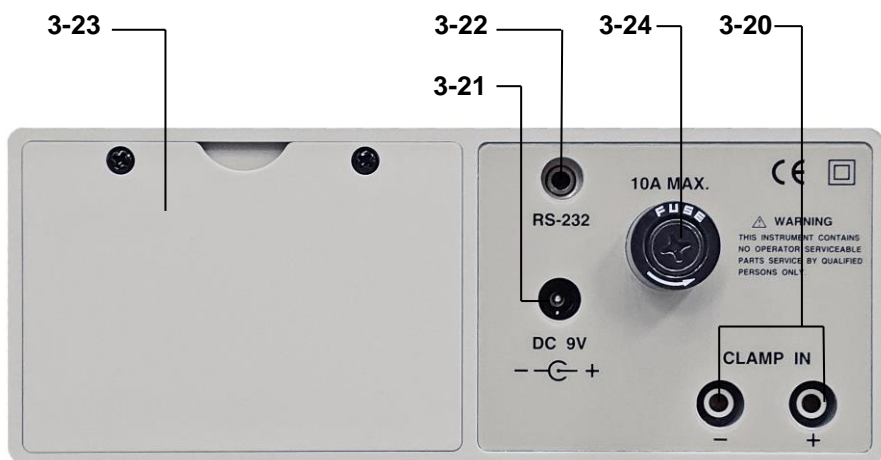

Abb.1
- 1) Stellen Sie den Ein-/Aus-Schalter (3–2, Abb. 1) auf „Ein“. Ein = 1, Aus = 0
- 2) Drücken Sie den „AC V/A/WATT“-Schalter (3 – 3, Abb. 1).
- 3) Stellen Sie den „Current In“- Schalter (3 – 6, Abb. 1) auf „DIRECT“.
- 4) Verbinden Sie kein Kabel mit den Eingangs-Klemmen. Zeigt die Watt-Anzeige nicht Null an, drücken Sie einmal auf den „Whr-Zero“-Knopf (3 – 8, Abb. 1)
Die LCD-Anzeige (3 – 1, Abb. 1) zeigt gleichzeitig die Leistung, die Spannung, die Stromstärke und den PF (Leistungsfaktor) an.
- 8) Drücken Sie während der Leistungsmessung die $\cos\phi$ /PF/Hz-Taste (3 – 9, Abb. 1). Dadurch wird statt des PF-Wertes der Netzfrequenz-Wert angezeigt.
Alle Messvorgänge entsprechen den oben unter „7.1. AC-Watt/V/A/PF/Hz-Messung“ beschriebenen Abläufen. Durch zusätzliches einmaliges Drücken der „WATT/VA/Whr“-Taste (3 – 7, Abb. 1) werden gleichzeitig VA-, Spannungs-, Stromstärke- und Hz-Werte angezeigt.
Alle Messvorgänge entsprechen den oben unter „7 – 1 AC-Watt/V/A/PF/Hz-Messung“ beschriebenen Abläufen. Durch zusätzliches zweimaliges Drücken der „WATT/VA/Whr“-Taste (3 – 7, Abb. 1) wird der Whr-Wert zusammen mit der abgelaufenen Zeit angezeigt.
- * Drücken Sie „Whr Zero“-Taste (3 – 8, Abb.1), um einen Reset (Nullstellung) der Whr-Messung durchzuführen und eine neue Messung zu beginnen.
- 1) Schalten Sie den Ein-/Aus-Schalter (3 – 2, Abb. 1) auf „Ein“.
- 3) Stellen Sie den „Current In“-Schalter (3 – 6, Abb. 1) auf „DIRECT“.
- a. Verbinden Sie das rote Testkabel mit der Eingangsbuchse „V/Ohm“ (3 – 17, Abb. 1) und das schwarze Testkabel mit der Eingangsbuchse „COM“ (3 – 18, Abb. 1).
- a. Verbinden Sie das rote Testkabel mit der Eingangsbuchse „10 A“ (3 – 19, Abb. 1) und das schwarze Testkabel mit der Eingangsbuchse „COM“ (3 – 18, Abb. 1).
- 2) Drücken Sie den „DC V/A“-Schalter (3 – 4, Abb. 1).